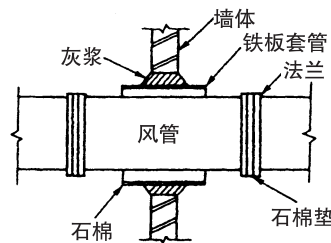

图 1.22 许可噪音低的房间附近的风管的墙的贯通(例)
③ 回气风管也要消音。
④ 往近 NC-25 以下的房间附近的地板、墙壁贯穿风管时，如图 1.22，在套管和风管之间塞上保温材料，在套管和地板、墙壁之间不要留空隙，灌上灰浆。